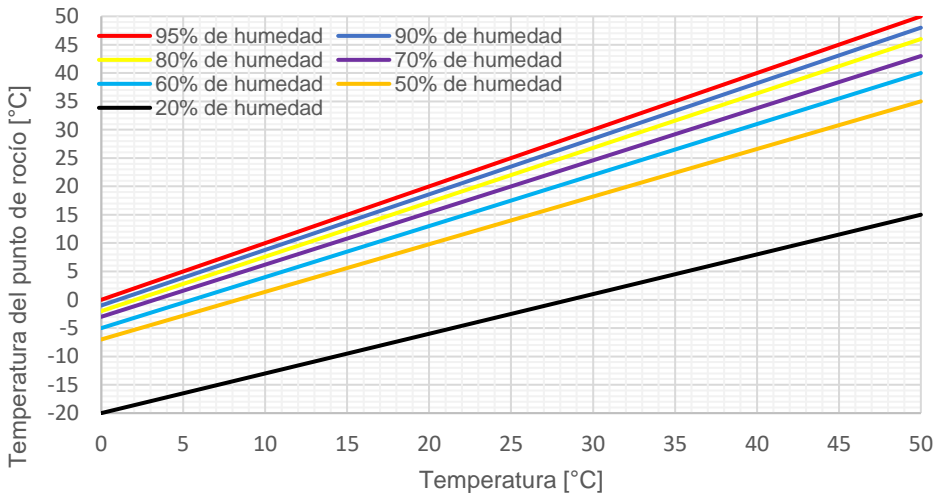

Figura 7. Gráfico de las temperaturas del punto de rocío influidas por la humedad relativa.
- Busque en la figura 7 la curva correspondiente a la humedad de la habitación en la que se encuentra el aparato.